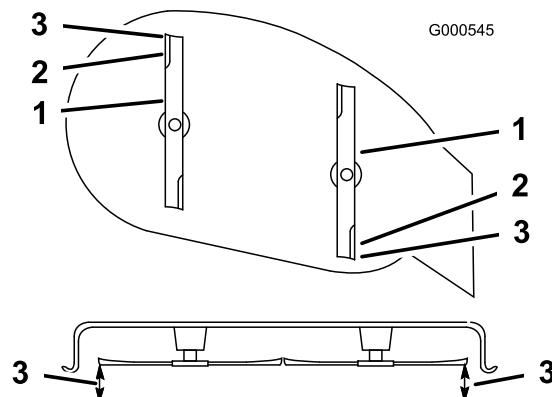

Figura 38
- Mida entre la parte superior de la cuchilla delantera y la superficie plana y entre la punta de la cuchilla trasera y la superficie plana (Figura 38). Si la punta de la cuchilla delantera no está entre 0 a 6 mm más baja que la punta de la cuchilla trasera, ajuste la contratuerca delantera.
- Nota:** Siga ajustando la tuerca hasta que la punta de la cuchilla más avanzada esté de 0 a 6 mm más baja que la punta de la cuchilla más atrasada (Figura 38).